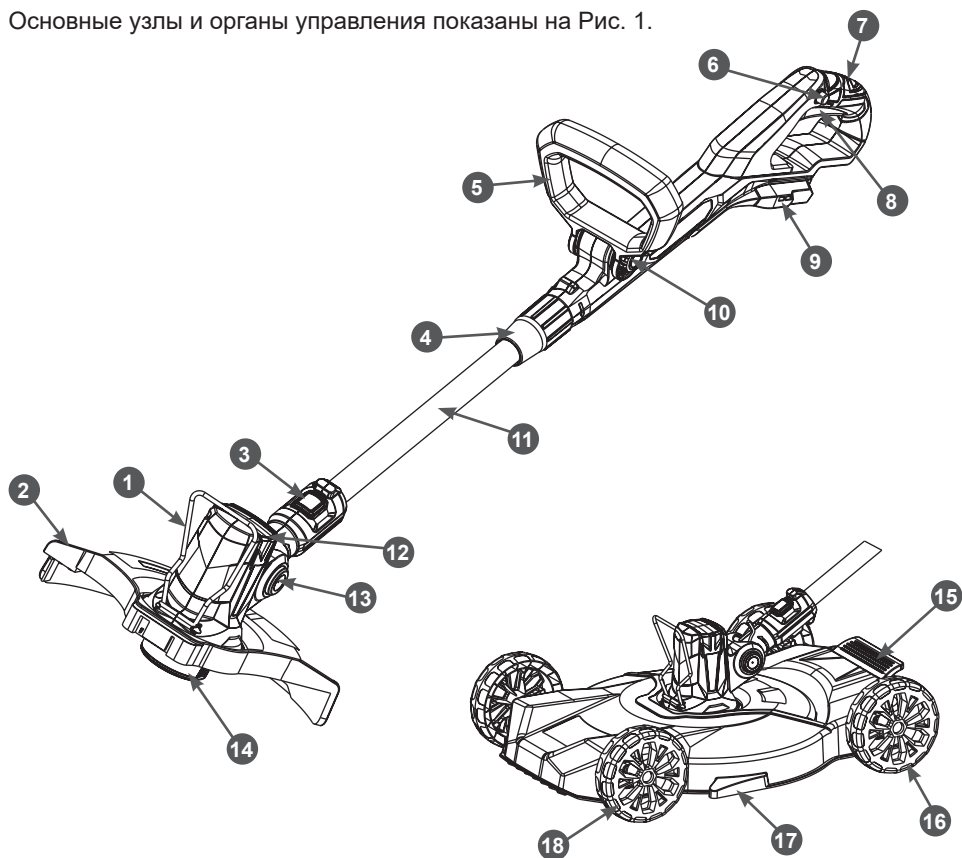

Рис. 1. Основные узлы и органы управления
Основные узлы и органы управления показаны на Рис. 1.
1. Нажмите на педаль 15 (Рис.1) и отсоедините от колесной базы защитный кожух, выкрутите из него 3 винта крепления.